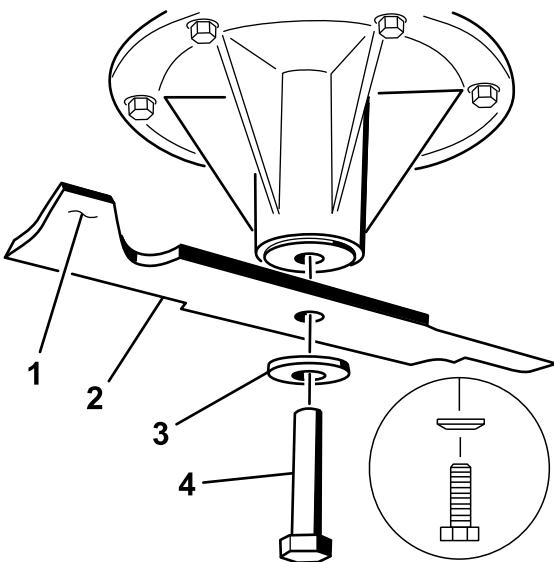

図 81
1. スピンドル・シャフトにブレードを取り付ける(図 81)。
2. スプリング・ディスクとブレード・ボルトを取り付けるスプリング・ディスクは、円錐部をボルトの頭に向けて取り付ける(図 81)。各ブレード・ボルトを85~110ft.-lb (115~150Nm = 11.8~15.2kg.m)にトルク締めする。